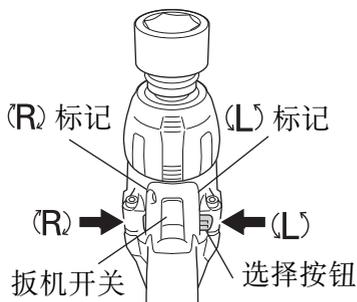

图 4
按选择按钮的 R (右) 侧，铁砧便会顺时针 (从后方看时) 旋转；按选择按钮的 L (左) 侧则使铁砧逆时针旋转。(请参照图 4)。(机身上标有 (L) 和 (R) 标记。)